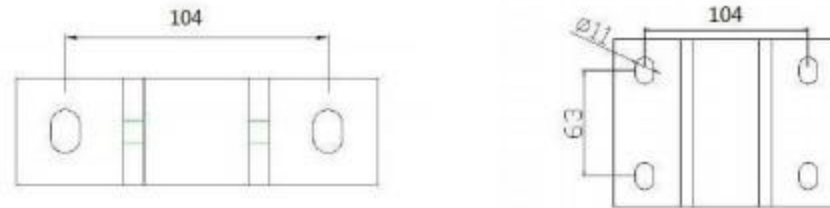

Figura 11 Posición del agujero del tornillo en los puntos fijos.
b). Taladre el agujero en el Concreto para el Tornillo de Expansión **EPL-ES-10** como se muestra en la **Figura 11 & Figura 12**.